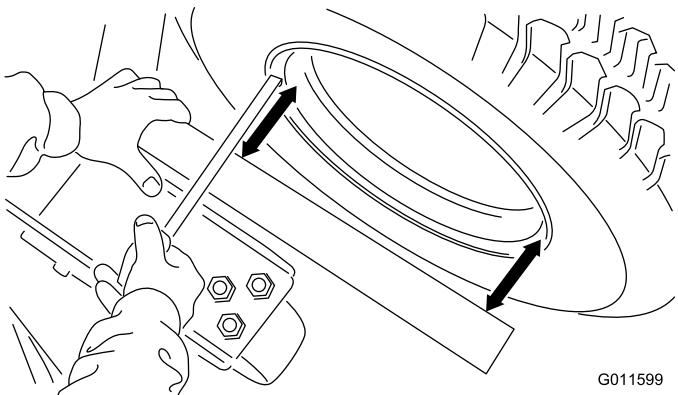

Figure 7
- Boulons, rondelles & contre-écrous de fixation (8)
- Placez un bord d'équerre ou une règle droite contre la soudure du plateau comprenant l'ensemble fourche pivotante (Figure 7). N'utilisez pas la fourche pivotante même.
- C. Mesurez la distance du rebord de jante intérieur (pas du rebord extérieur) à la règle droite en deux points, comme indiqué à la Figure 7. Les irrégularités de la jante et de la peinture font du rebord extérieur un point de mesure peu fiable. Ces deux mesures doivent être identiques à 3 mm près.